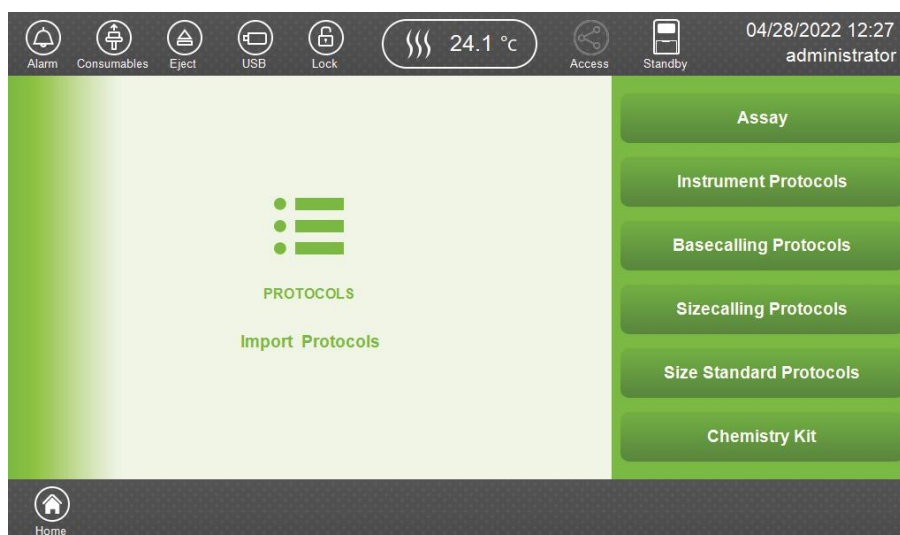

図 157 Import Protocols 画面
3. 希望する protocol（図 157）をインポートするために **Chemistry Kit** を選びます。このステップの後、セクション 7.5.2 Protocol と Assay のインポートに記載されている手順に従ってください。